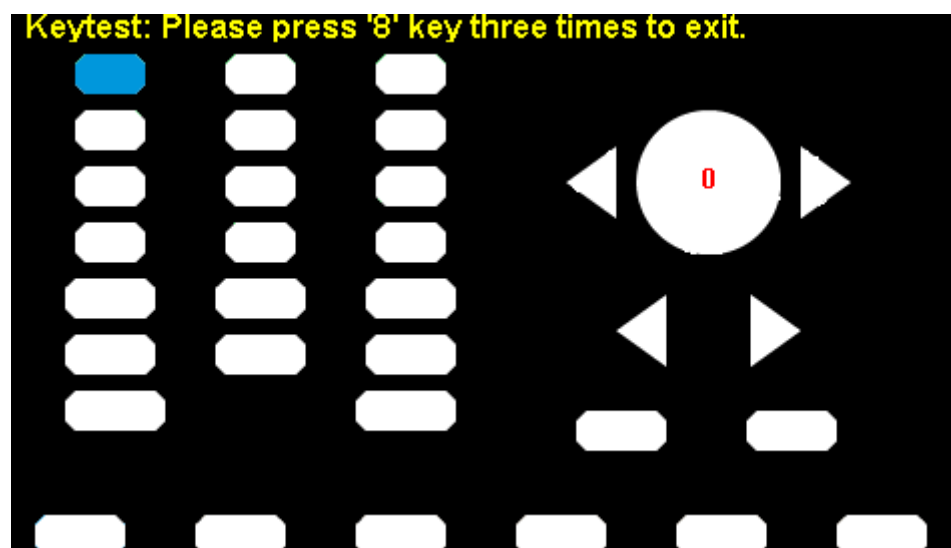

图 2-50 按键测试界面
- 屏幕上显示“Keytest: Please press '8' key three times to exit.”的提示信息表示按数字按键“8” 3次退出测试。如图2-50所示：